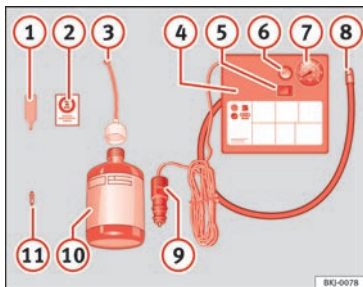

Bild 104 Standardtyp: Innehåll i däckreparationssatsen.
Däckreparationssatsen förvaras under lastgolvet i bagageutrymmet. Satsen består av följande delar » **bild 104**:
Skruv fast påfyllningsslangen » **bild 104** ⑧ igen och kontrollera däcktrycket på mätaren ⑦.